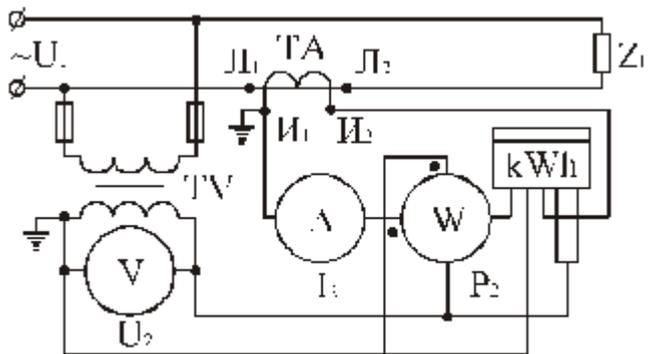

Рис. 6.2
**Задача 4.** Схема включения измерительных приборов через трансформаторы напряжения 3000/100 В и тока 100/5 А дана на рис. 6.2. Показания приборов оказались следующими: вольтметра  $U_2=80$  В, амперметра  $I_2=4$  А, ваттметра  $P_2=256$  Вт.